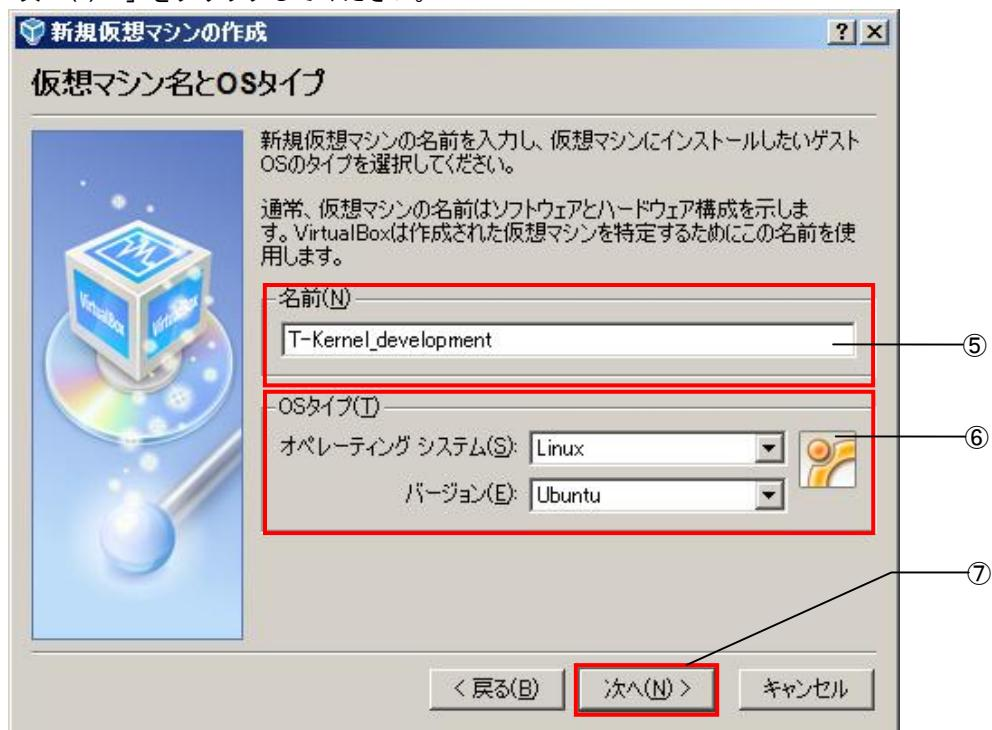

図2-2-4-4 マシン名、OSタイプの設定
- ⑧ 図2-2-4-5のようなメモリ設定画面に変わります。仮想マシンのメモリサイズを入力します。